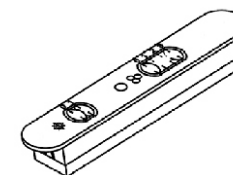

рис. 9
7.2.1 Ползунковый переключатель (рис. 9).